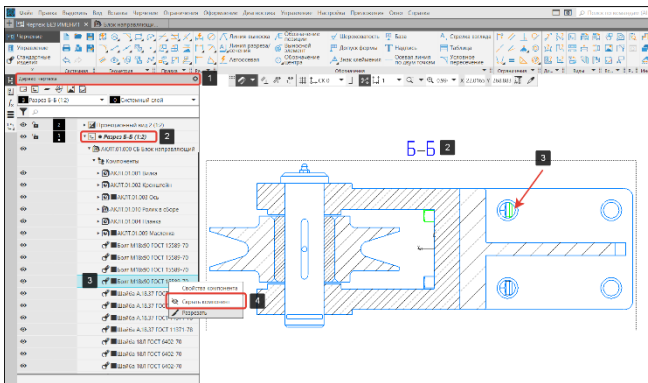

Рисунок 398 – Команда скрыть компонент
- В дереве чертежа (1) раскроем Разрез Б-Б (2), в компонентах выберем болт М18х90 (3) (Рисунок 398);
- Кликнем правой кнопкой по компоненту болт М18х90 (3), в диалоговом окне выберем строку Скрыть компонент (4) (Рисунок 398);